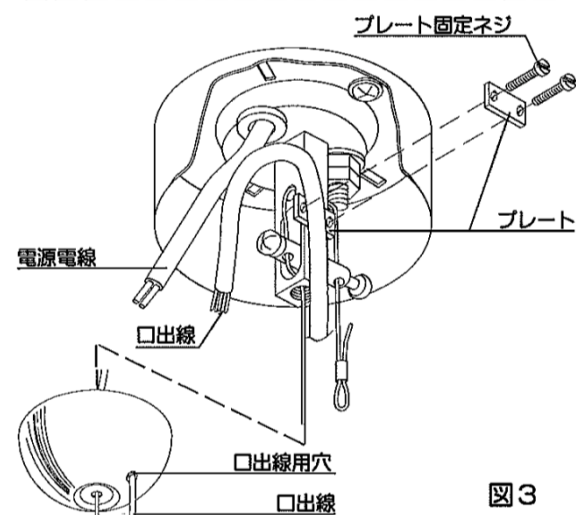

図3
4. 口出線をフランジの口出線用穴に通してプレートではさみ込み、プレート固定ネジを締め込んで固定してください。（図3）
5. 電源電線と口出線を結線します。（図3）